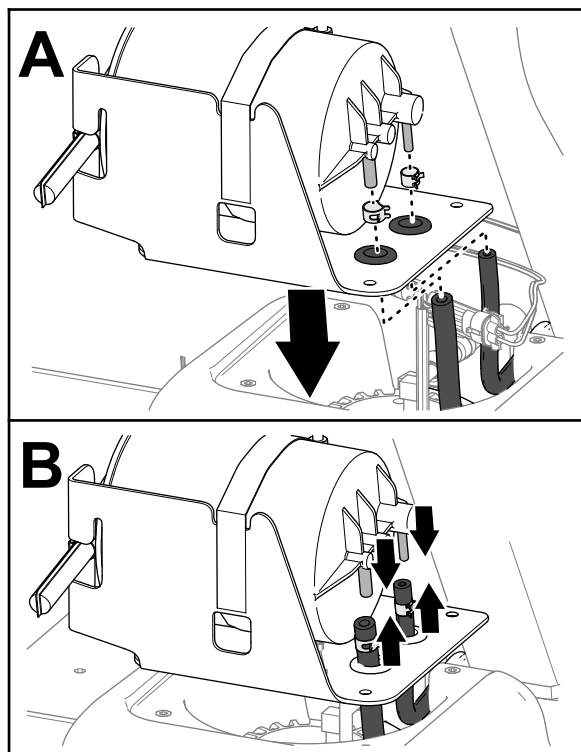

Figure 123
1. Faites passer les flexibles du réservoir de carburant par les bagues sur le support du filtre à charbon actif (Figure 123).
2. Enfilez les colliers sur les flexibles (Figure 123).
3. Branchez les flexibles sur les raccords du filtre à charbon actif (Figure 123).